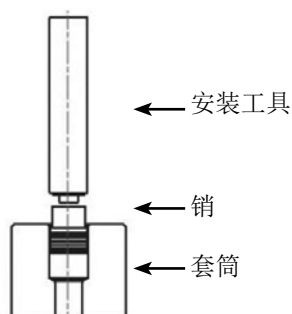

Fig. 2
- 保持销凸出状态, 将孔瑞格单向阀置入沉孔中。(Fig. 2) 套筒上沿不高于工件的表面。